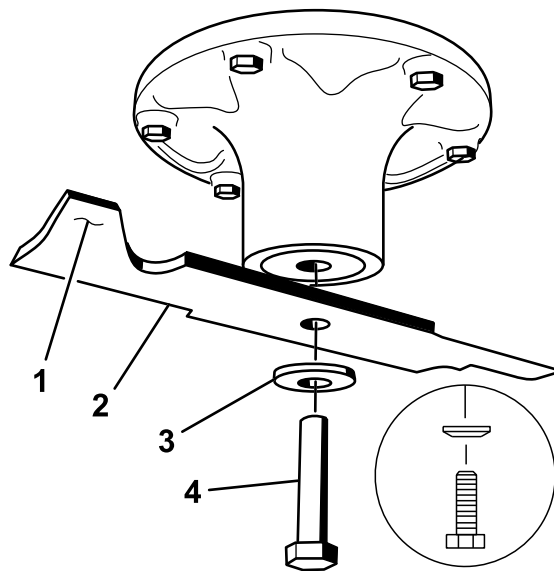

Figure 68
2. Enlevez de l'axe, le boulon, la rondelle bombée et la lame (Figure 68).